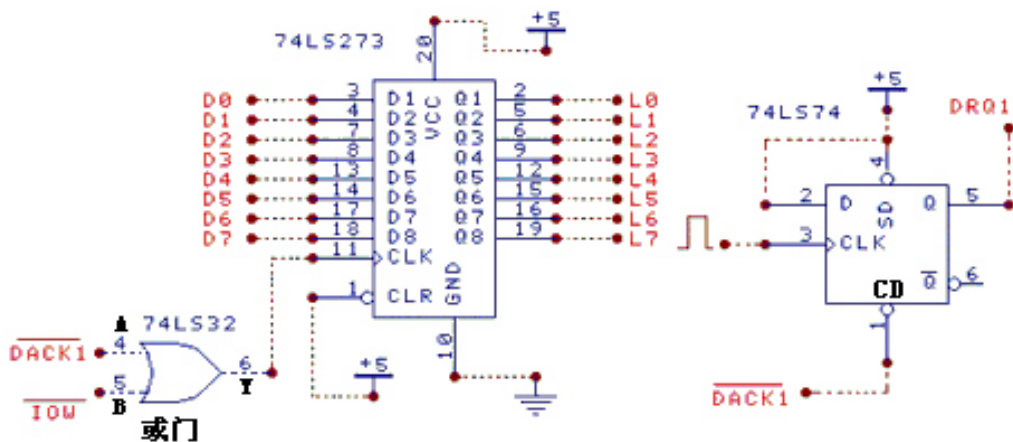

图4-11-2
- 2、用通用插座按图4-11-2连接好电路(74LS74利用实验台上的D触发器)。编程将主机内存缓冲区D4000H, 偏移量为0的10个数据, 使用Demand Mode DMA方式从内存向外设传送。